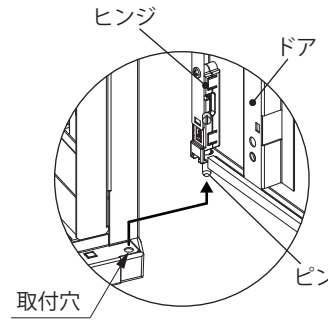

図 2 下部
2. ドア全体を斜め上に持ち上げ、ドアを取り外してください。(図 2)